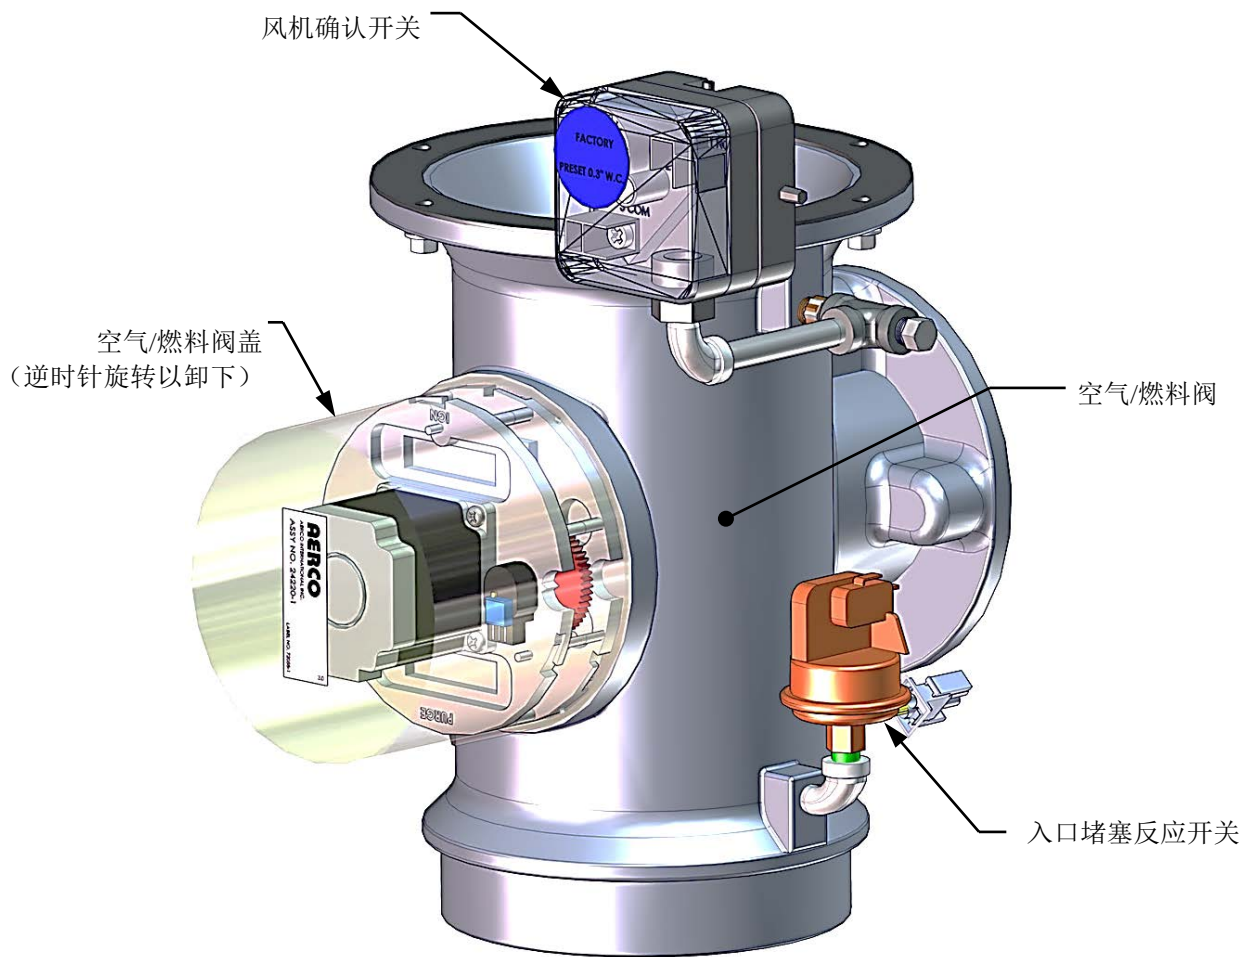

图 6-7：空气/燃料阀盖位置
3. 逆时针旋转空气/燃料阀盖将其解扣并取下（参见图 6-7）。
3. 逆时针旋转空气/燃料阀盖（图 6-7）将其解扣，然后提起卸下。